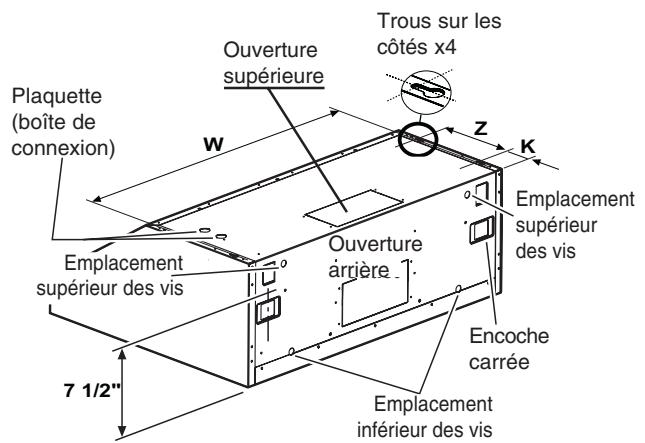

Figure 6a
4. Après avoir déterminé la hauteur d'installation de la hotte, tracer une ligne horizontale à une distance de la cuisinière de **19 cm** ( $7 \frac{1}{2}$  «) au-dessus de la hauteur choisie, voir Figure 6a.